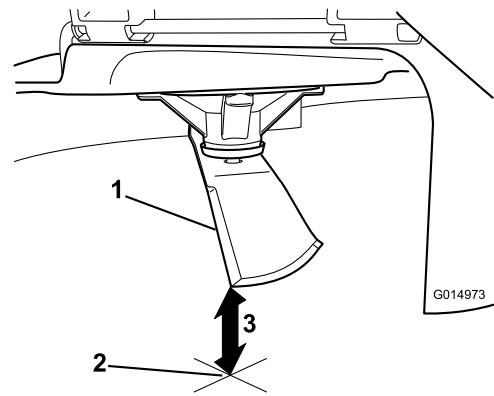

Figura 74
3. Misurate dalla punta della lama alla superficie piana (Figura 74).